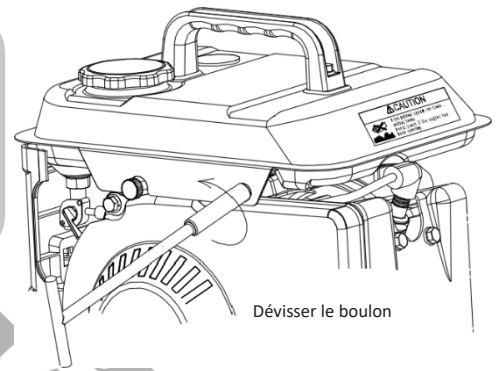

Fig. 26
1. Retirer le réservoir de carburant. (Fig. 26)